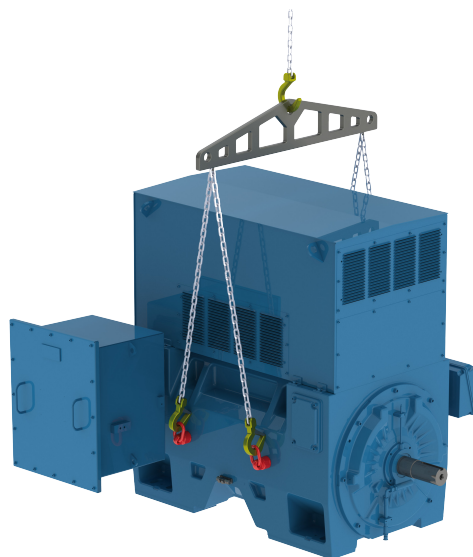

Figura 4.6: Sollevamento per motori W60 con catene parallele
- Per i motori W60, come mostrato nella Figura 4.6 a pagina 4-4, è necessario l'uso di una trave di sollevamento per mantenere gli elementi di sollevamento (catena o fune) in posizione verticale e prevenire così danni alla superficie del motore.